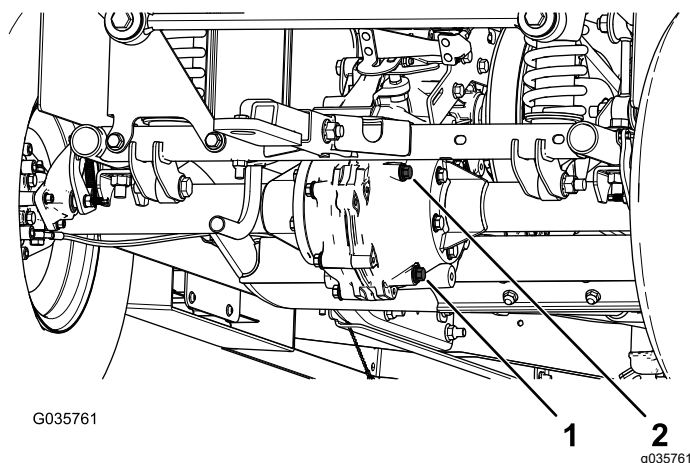

Figure 58
4. Enlevez le bouchon de remplissage de la boîte-pont (Figure 58).
5. Si le niveau de liquide est trop bas, enlevez le bouchon de remplissage et ajoutez le liquide spécifié jusqu'à ce qu'il ressorte par l'orifice (Figure 58).
1. Placez un bac de vidange sous le bouchon de vidange (Figure 58).
2. Enlevez le bouchon de remplissage et le joint (Figure 58).
3. Enlevez le bouchon de vidange et le joint et vidangez complètement le liquide (Figure 58).